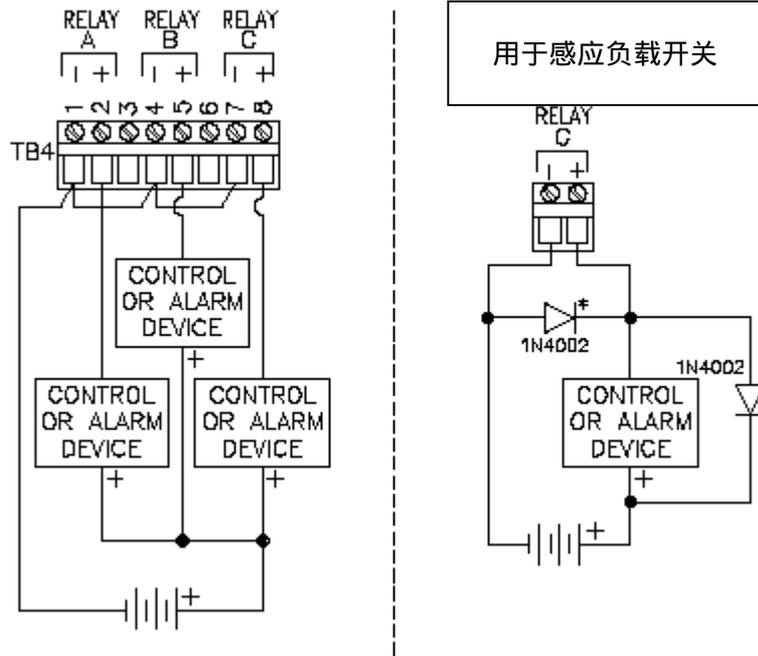

图 2-6 连接控制/报警装置到固态直流继电器
当随附的是这种类型的继电器时，在 TB4 的接线端 1~8 共提供三路 SPST (单刀单掷) 固态直流 (DC) 中继输出 (中继 A、B 和 C) ——除了接线端 3 和 6 没有用到。继电器输出是不接电的。用于测定仪供电的电线也可以用于为与这些继电器相连接的控制或者报警装置。参见图 2-6，这是一个通用的接线排列图。每次都要检查控制线以确保直流 (DC) 电源不会被继电器的开关动作而造成短接，并且接线符合当地的法规要求。
**注意：**这些固态直流 (DC) 输出要求 3~60 VDC 电源。